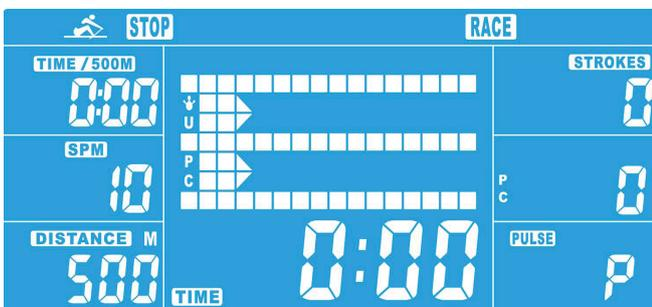

Abbildung 10
1. Drücken Sie UP oder DOWN, um den Race Modus auszuwählen (Abb. 10). Bestätigen Sie mit ENTER.
1. Drücken Sie UP oder DOWN, um den USER Modus auszuwählen (Abb. 10). Bestätigen Sie mit ENTER.